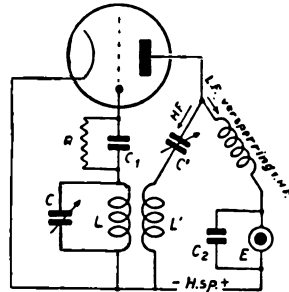

Fig. 65. Regeling van de terugkoppeling met behulp van den variablen condensator C' .
W. — Hier heb je het schema (fig. 65): We laten den plaatstroom zich in twee verschillende wegen vertakken. De met HF aangeduide weg bevat een condensator met geringe capaciteit. Noch de gelijkstroom, noch de laagfrequent component kan er doorheen. Alleen de hoogfrequent component kan zich van dezen weg bedienen, dien hij tamelijk gemakkelijk kan volgen al naar gelang de capaciteit van den condensator C' .